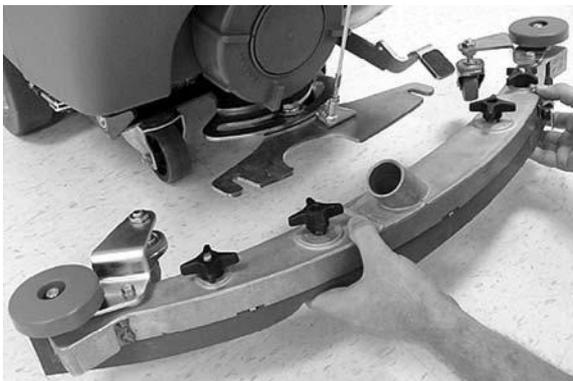

ABB. 4
3. Befestigen Sie die Wischgummi-Einheit, wie angegeben, an die Wischgummi-Drehhalterung (Abbildung 4). Achten Sie darauf, dass sich die Nocken, bevor Sie diese sichern, vollständig in den Schlitzen befinden.